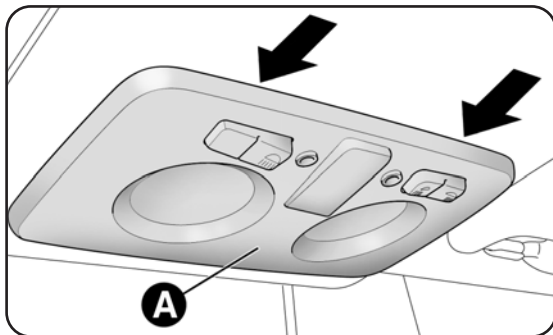
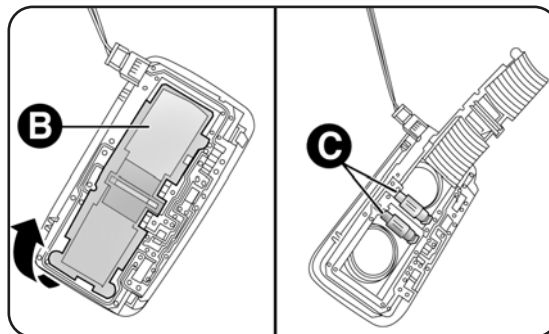

fig. 31
fig. 32
- enlever le plafonnier A-fig. 31 en utilisant les points indiqués par les flèches;
- ouvrir le volet B-fig. 32 et remplacer les ampoules C en les dégageant des contacts latéraux. Vérifier que les nouvelles ampoules sont bien bloquées entre les contacts;
- refermer le volet B-fig. 32 et fixer le plafonnier A-fig. 31 dans son logement en vérifiant qu'il est bien bloqué.